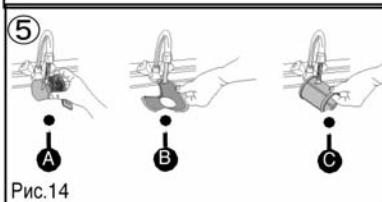

Рис.14
- ② Отвинтите фильтр для отходов поворотом на четверть оборота и снимите его Ⓓ
- ③ Снимите основной фильтр Ⓑ.
- ④ Снимите сито микрофильтра Ⓒ
- ⑤ Тщательно очистите фильтры Ⓐ, Ⓑ и Ⓒ промойте их проточной водой. (Рис.14)